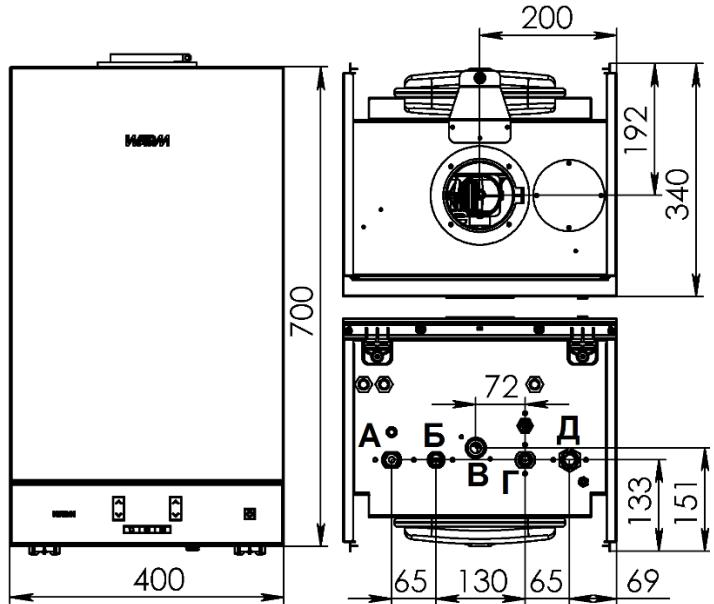

Рис. 12. Габаритные и присоединительные размеры.
- Присоединить магистрали нагрева бойлера косвенного нагрева к выходам «Б» и «Г» (см. рис. 12).